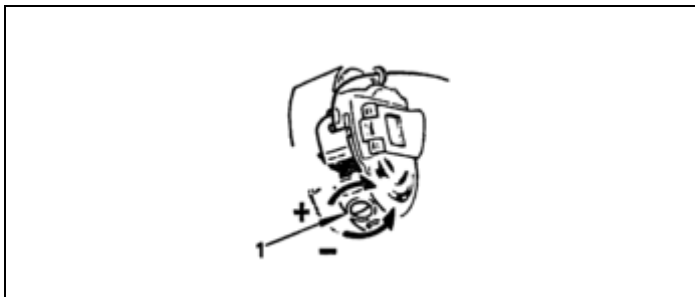

Fig. 20
15. AJUSTE DA TENSÃO DO FIO NA BOBINA (Fig. 20)
Regule a tensão do fio na caixa da bobina através do parafuso de regulagem 1 (fig. 20).